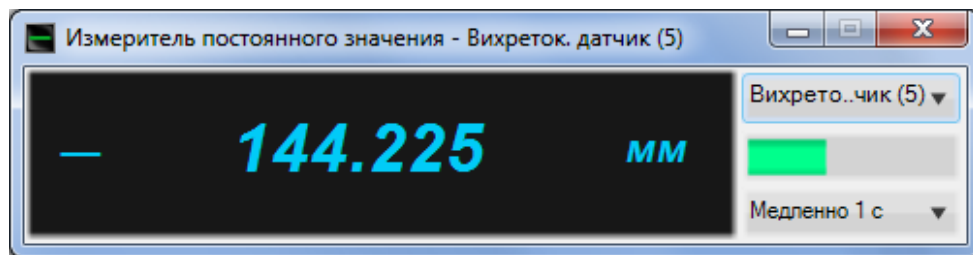

Рис. 4.4 Программа «Вольтметр постоянного тока»
2.2.3.4. Запустить программу «Вольтметр постоянного тока», выбрать канал «Вихрето. датчик», усреднение «Медленно 1 с» (Рис. 4.4).